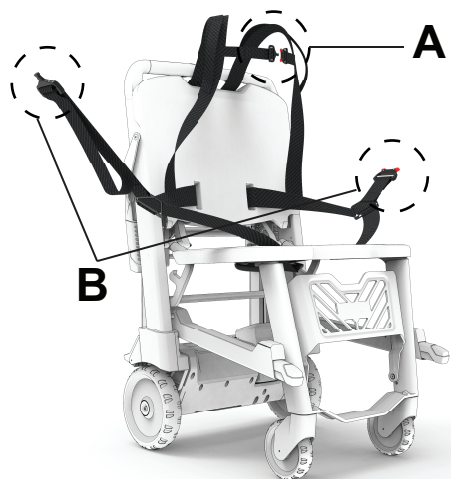

Figura 27 – Prindeți curelele de prindere pentru umăr și talie în catarame
9. Închideți curelele de umăr (A) la piept (Figura 27).
10. Trageți cureaua de prindere pentru talie (B) peste poala/talia pacientului (Figura 27). Lungiți cureaua de prindere după necesități.